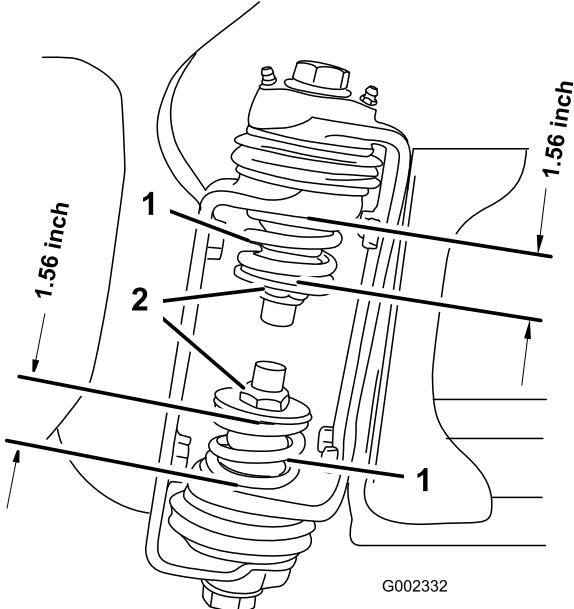

Bild 8
- Messen Sie am Gelenk des Auslegers die Komprimierung der oberen und unteren Federn, wenn die Ausleger ausgefahren sind (Bild 8).